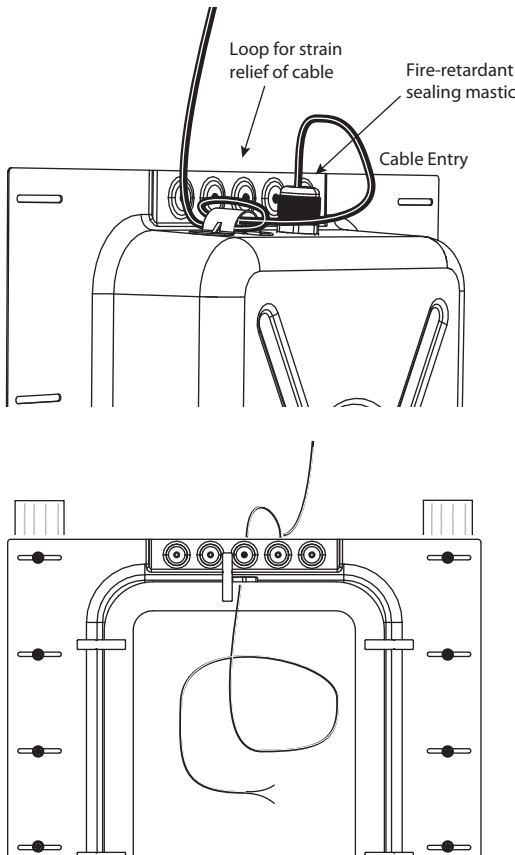

图 2 将布线安装到后罐中。有些语言也不正确。也适用。
1. 将扬声器导线绕在提供的电缆环路上一次, 然后使电缆穿过电缆密封套进入后盖 (图 2), 并经过后盖内部的吸音泡沫。留出足够的时间来建立连接。拧紧电缆固定头, 并系紧扬声器电缆, 以防止其在运行中移动和嘎嘎作响。确保扬声器电缆没有与可能损坏电气绝缘的钉子或螺丝接触。